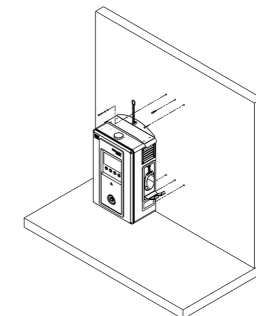

Figura 4.5: Ejemplo de fijación
3. Inserte los cuatro (04) tacos plásticos de diámetro Ø 10x50 mm en los agujeros.
6. Inicie la fijación por la parte inferior de la estructura, a través de los tres (03) puntos existentes, utilizando tres (03) tornillos hexagonales M6, conforme se muestra en la Figura 4.5.